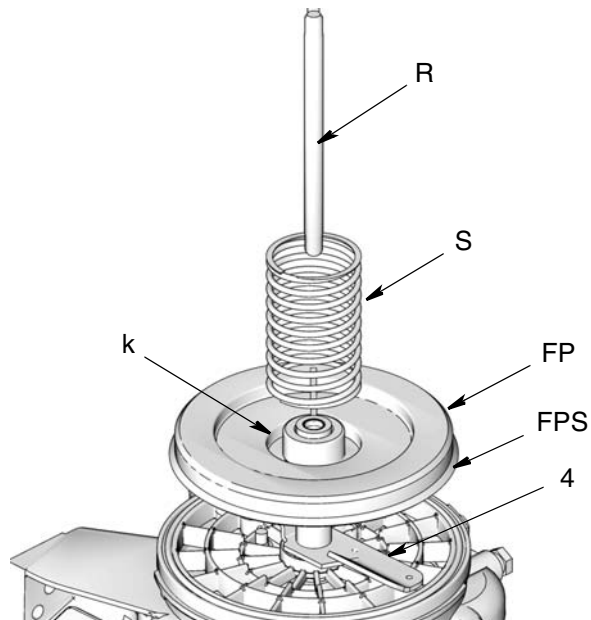

FIG. 15
b. Installer la plaque suiveuse (PS) sur le levier de commande (4). S'assurer que l'étanchéité (FPS) est tournée vers le bas (vers la plaque presse-purée) comme indiqué sur la FIG. 15.